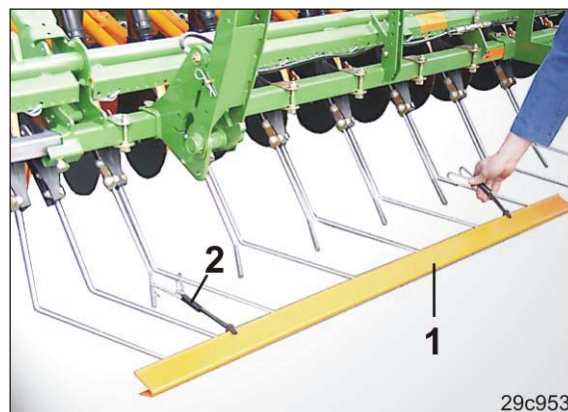

Fig. 214
1. Skyv den todelte trafikksikringslisten (Fig. 214/1) over tindespissene på langfingerharven.
2. Fest trafikksikringslisten med fjærholdere (Fig. 214/2) til langfingerharven.